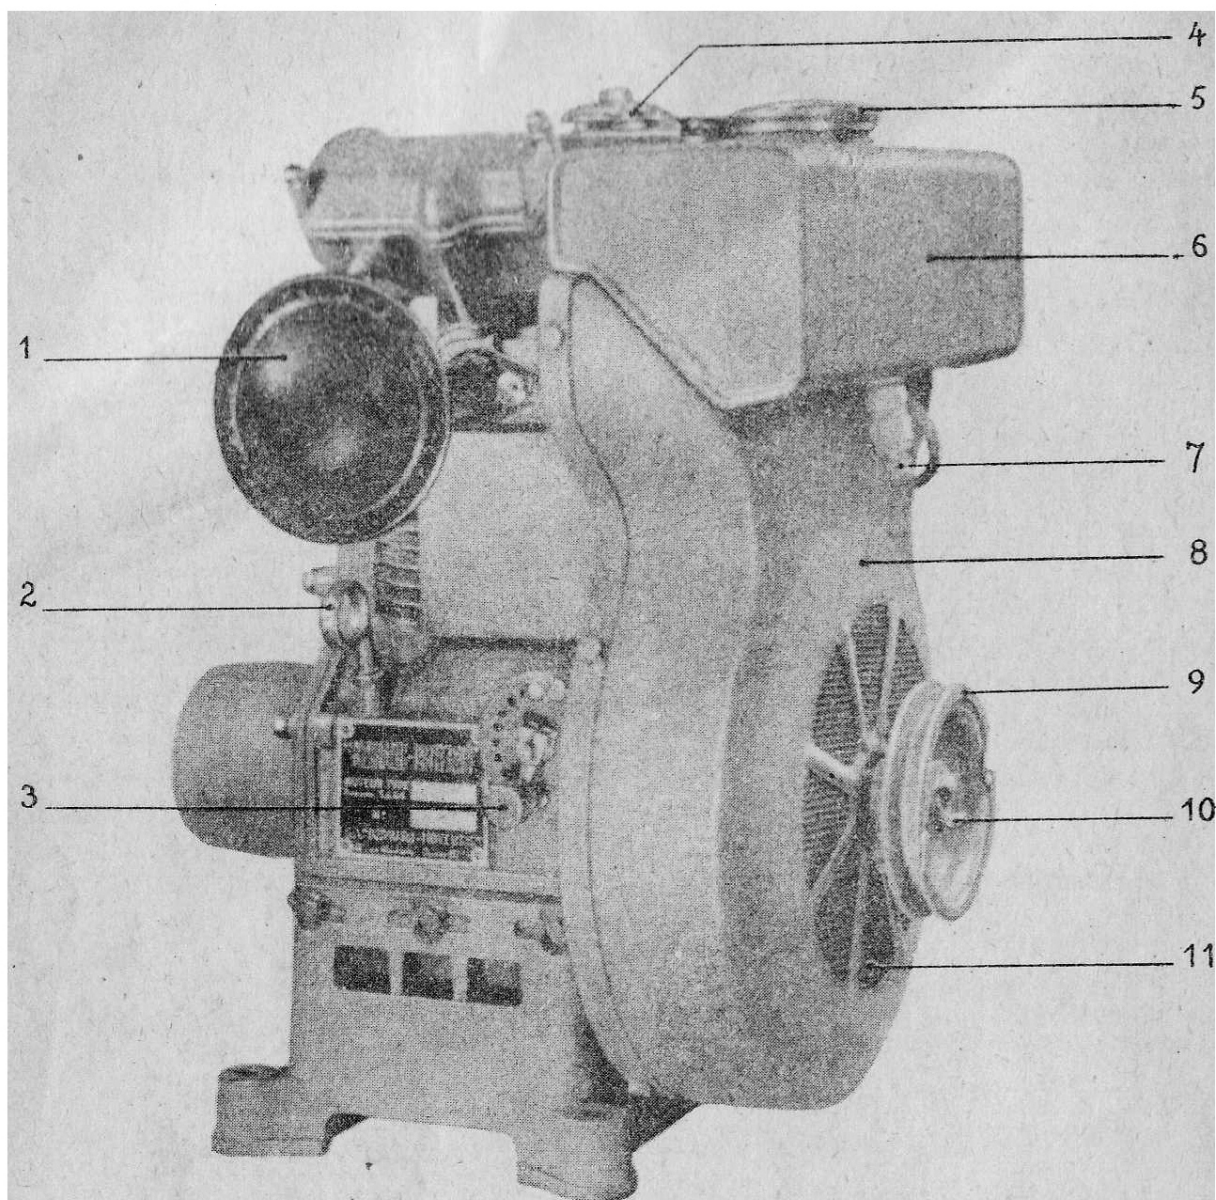
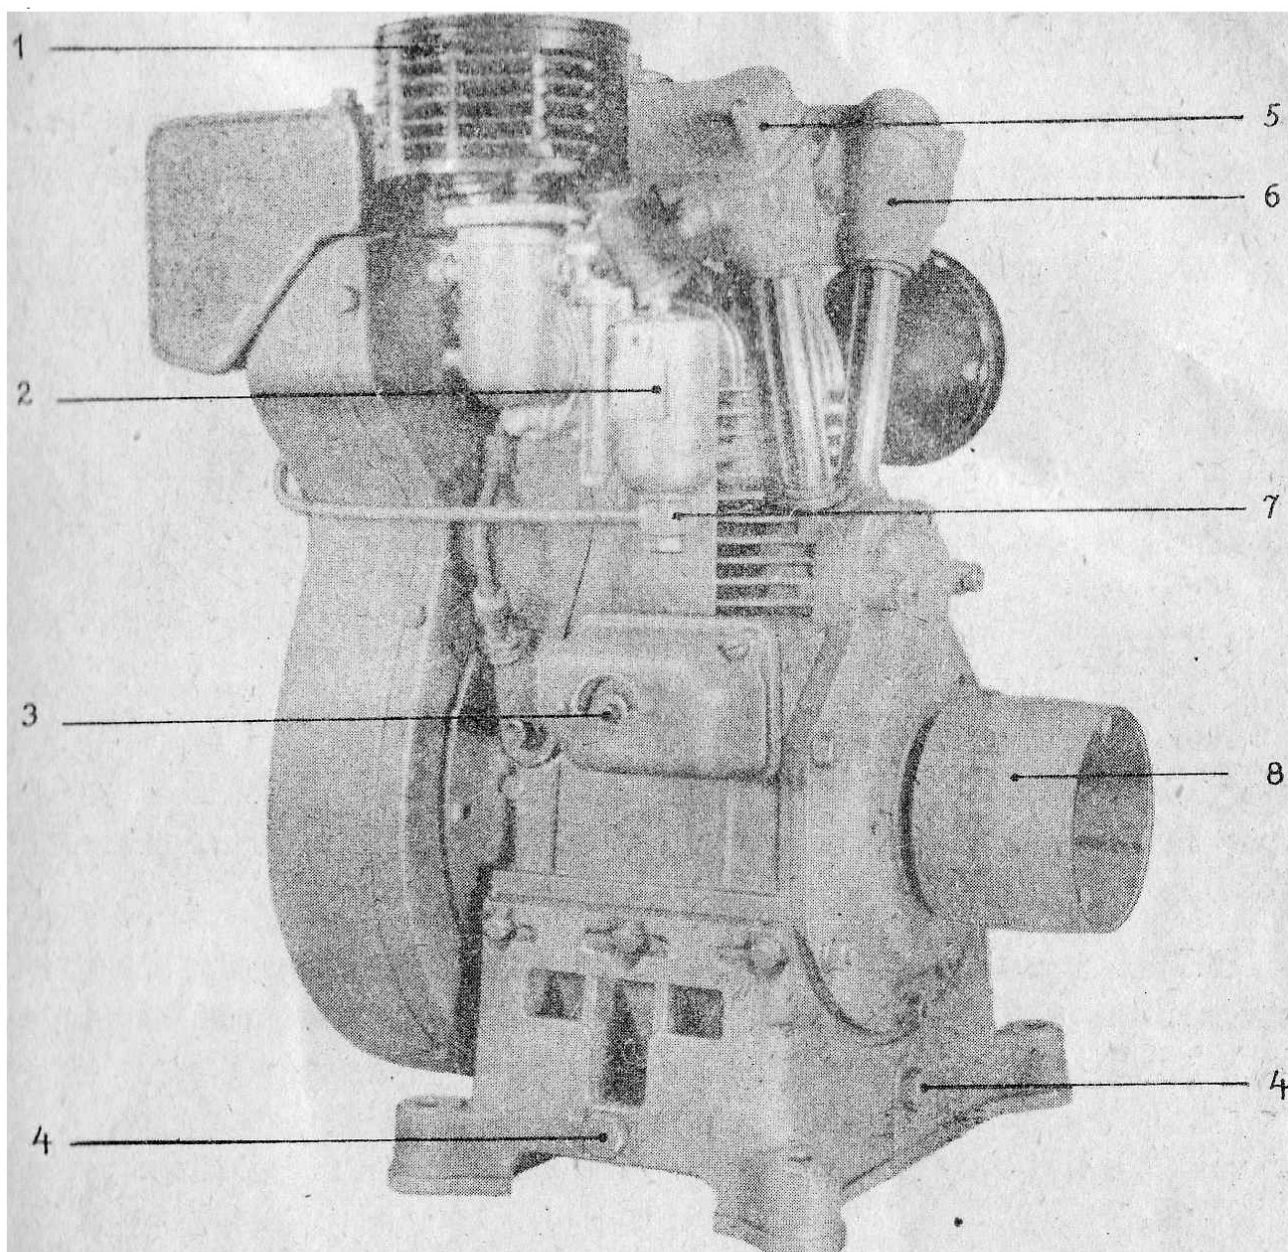

Fig. 1. — Vue de gauche
Fig. 2. — Vue de droite
Sur les figures 1 et 2 sont indiqués les organes et accessoires qui constituent le moteur.
On remarque à l'avant du moteur la poulie de lancement à la cordelette, et la noix pour manivelle de lancement (9 et 10) (Fig.1)
Pour déterminer le diamètre de la poulie (8) (Fig.2) à monter sur le moteur, multiplier le diamètre de la poulie montée sur l'appareil commandé par la vitesse à laquelle tourne cet appareil et diviser le nombre ainsi obtenu par la vitesse du moteur.
1° HUILE. - Dévisser le bouchon de remplissage d'huile 4 (Fig.1) qui se trouve en haut du moteur, entre le réservoir à essence et les boîtiers de culbuteurs. Ajouter de l'huile jusqu'à ce que le niveau arrive à la limite de décrochement de l'extrémité de la jauge.
2° ESSENCE. - Retirer en le dévissant d'un quart de tour le bouchon 5 (Fig.1). Faire le plein du réservoir avec un entonnoir muni d'un filtre. Le filtre est indispensable pour éviter l'arrêt du moteur par gicleur bouché ou usure des segments, du piston ou du cylindre, et évite également le grippage du robinet.
3° FILTRE A AIR. - Ce filtre 1 (Fig.2) doit être nettoyé, en principe, chaque semaine (plus souvent et même deux fois par jour si le moteur travaille dans un air chargé de poussière). Agiter le filtre dans de l'essence ou dans une solution d'un détergent sulfoné (teepol par exemple) le plonger dans de l'huile, laisser égoutter et remonter.
1° - Ouvrir le robinet d'essence (7) situé en bas et au milieu du réservoir (Fig.1).
3° - Le lancement à la cordelette, si les abords du moteur le permettent, est plus énergique qu'à la manivelle (Fig.1).
Sur le côté gauche du carter-cylindre (Fig.1) est placé le levier de changement de vitesse (3). Ce levier permet, suivant la position qu'il occupe, d'obtenir une vitesse constante comprise entre 1.500 et 2.500 t/m.
Pousser le bouton d'arrêt 3 (Fig.2) situé sur le couvercle du boîtier de rupteur.
- que l'essence arrive au carburateur. Fermer le robinet 7 (Fig.1), desserrer le raccord d'arrivée d'essence au carburateur 7 (Fig.2). Ouvrir progressivement le robinet. Si l'essence ne coule pas, la canalisation ou le robinet sont obstrués, déboucher et nettoyer;